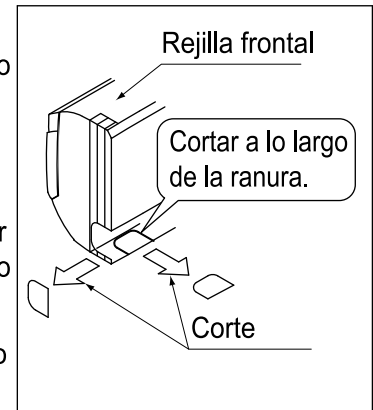

Fig. 5
(3) En caso de emplear las posiciones izquierda, abajo izquierda, derecha o abajo derecha para la tubería, corte el agujero pasante para la tubería delante de la rejilla usando un cortador de cajas. (Refiérase a la Fig. 5)